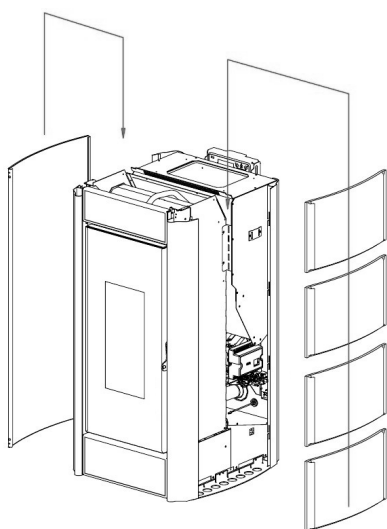

Fig. 35 - Wprowadzanie ścianek
- Wprowadzić ścianki do stosownych prowadnic, opuszczając je wolno aż do osiągnięcia spodu (patrz **Fig. 35**).